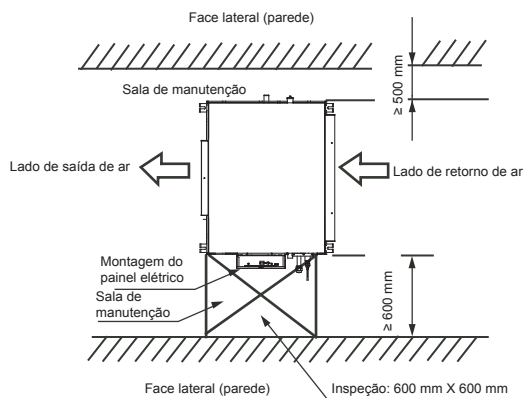
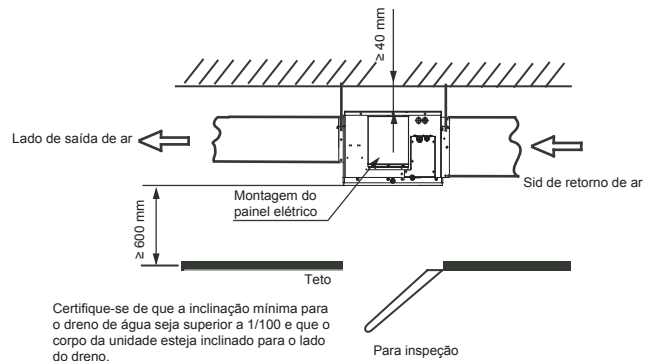

Figura 2.1
Figura 2.2
2.3 O espaço necessário para a instalação (unidade: mm) é mostrado na Figura 2.1 e Figura 2.2: